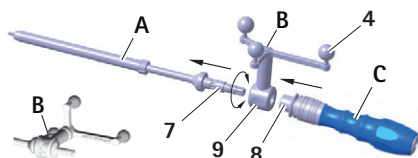

Abb. 6 Montage Instrument Referenzstern-Einheit ("pre-calibrated") und S⁴C-Handgriff an S⁴C-Gewindeschneider
- ▶ Verriegelungshülse **8** loslassen, siehe Abb. 6. Sicherstellen, dass der S⁴C-Handgriff eingerastet ist.